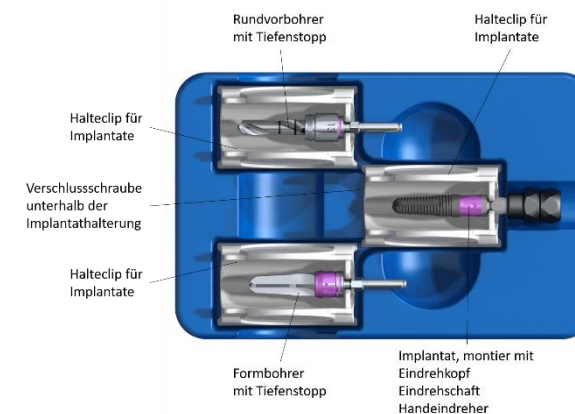

Abbildung 1: OP-Box des Implantatsets mit den einzelnen Komponenten
Das LOBS Implantat (Abbildung 1) ist ein enossales Zahnimplantat mit Gewinde aus biokompatiblen Reintitan, Grade IV, mit säuregeätzter Oberfläche. Das Implantat wird vormontiert mit Eindrechkopf, Eindrehschaft und Handeindreher geliefert (Abbildung 2).
- Für die manuelle Insertion wird das Implantat am Handeindreher (s. Abbildung 1) gefasst und wie in